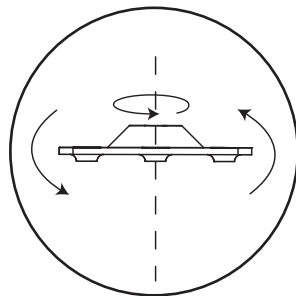

Fig. 3
9) **Piastra antiscivolo autoposizionante:** consente il fissaggio del supporto montante. Grazie alla bombatura permette il posizionamento e l'ancoraggio anche nei punti più irregolari; predisposta con fori per il tassellaggio qualora fosse necessario (*vedi fig. 3*).